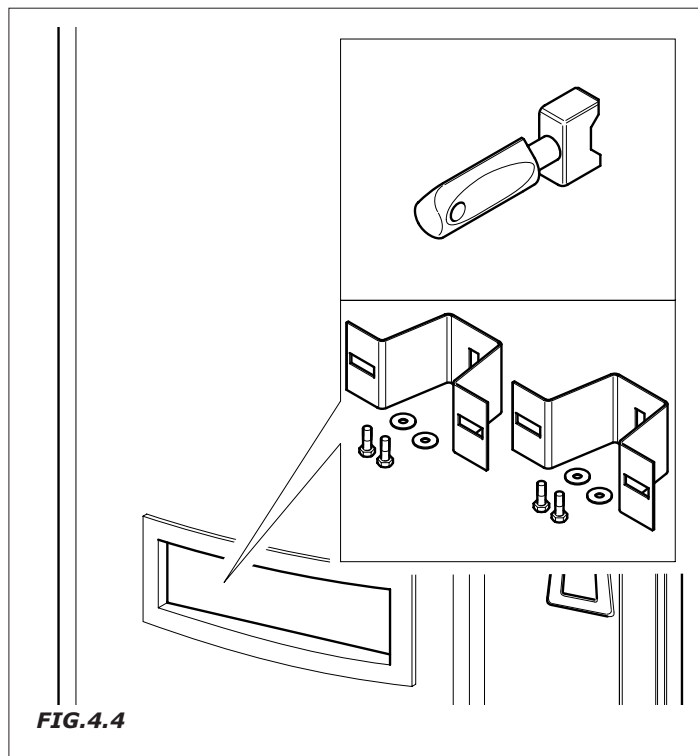

FIG.4.4
- Prendere il kit di accessori in dotazione al distributore, che si trova nella vasca raccolta condensa, costituito da (Fig.4.4):